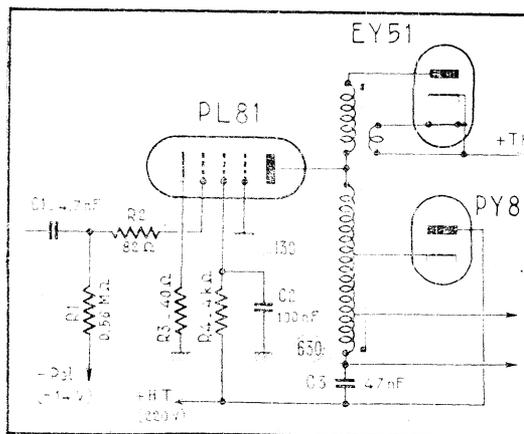

Fig. 2. — Ce schéma représente, en simplifié, l'étage lignes de certains téléviseurs Radiola, mais peut s'appliquer à la plupart des téléviseurs modernes.
Un autre procédé pour obtenir des signaux carrés est d'écrêter l'oscillation sinusoïdale d'un oscillateur classique (comme celui de la figure 2). L'écrêtage peut se faire de différentes façons : par tube double diode, par tube double triode, par
Dans ce cas, la première chose à vérifier est la haute tension récupérée, c'est-à-dire celle qui existe entre le « haut » du condensateur C2 et la masse (fig. 2). La valeur indiquée sur le schéma de la figure 2 (630 V) se rapporte aux téléviseurs Radiola ou Philips d'une certaine série, et il est évident qu'elle peut varier assez sensiblement suivant la conception du téléviseur et le diamètre du tube cathodique. On peut dire, en gros, que la valeur normale de cette tension est approximativement de :
e. — Vérifier que la liaison entre le relaxateur et la PL 81 n'est pas coupée (C1 ou R2 fig. 2).